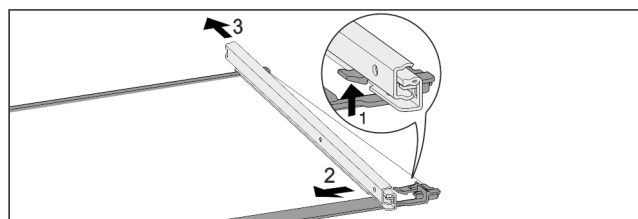

Fig. 115 Placa de vidrio con guías
- ▶ Presione hacia arriba el gancho de retención delantero. Fig. 115 (1)
- ▶ Retire la guía extraíble hacia un lado Fig. 115 (2) y hacia atrás Fig. 115 (3).